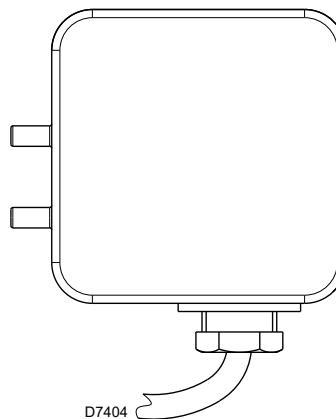

Fig. 24
- Régler le pressostat d'air (Fig. 24) en début d'échelle.
Effectuer le réglage du pressostat air après avoir effectué tous les autres réglages du brûleur avec le pressostat air (Fig. 24) réglé en début d'échelle.